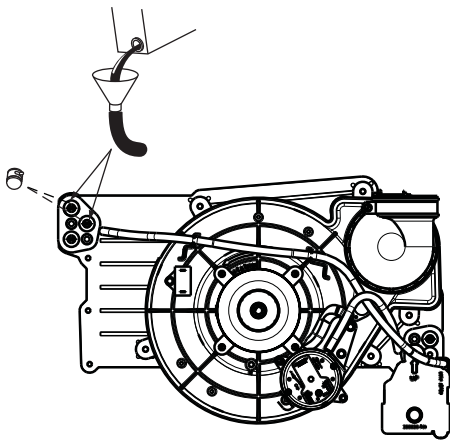

Figure 65 – Amorçage du siphon de condensat
4. Retirez le bouchon supérieur en caoutchouc inutilisé de l'orifice de la boîte collectrice à l'opposé du siphon de condensat. Consultez la fig. 65.
9. Retirez le bouchon central en caoutchouc inutilisé de l'orifice sur la boîte collectrice, à l'opposé du siphon de condensat. Consultez la fig. 65.